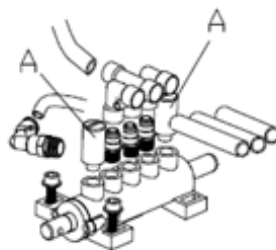

Fig 13
2. Slăbiți amortizoarele de zgomot (A) ale supapelor care aparțin pedalei de deschidere și închidere a fâlcilor și pedalei separatorului de talon; (Fig. 13)
3. Curățați amortizoarele cu aer comprimat; dacă sunt deteriorate, înlocuiți-le conform listei de piese de schimb. (Fig 13)